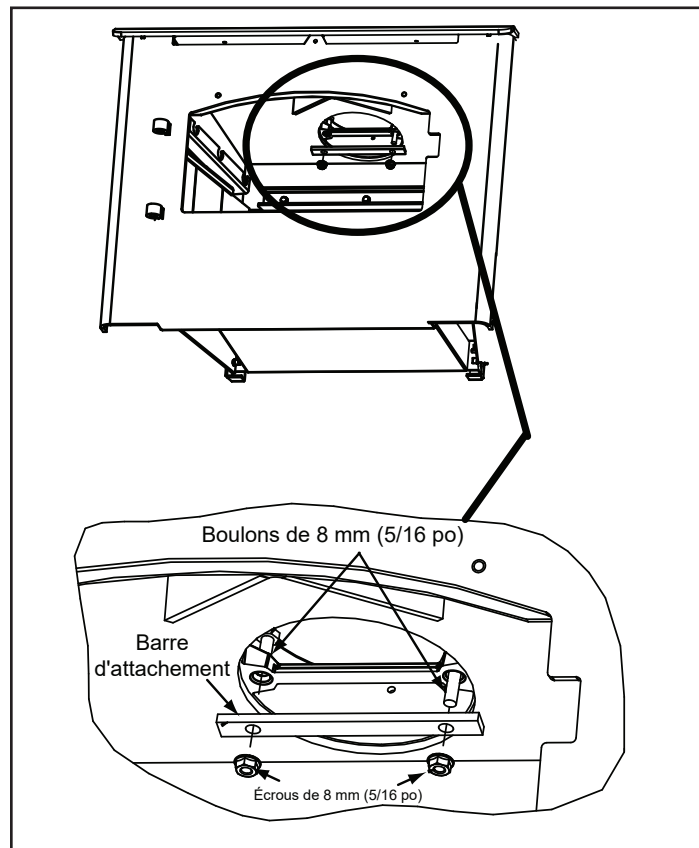

Figure 19.3
1. Une fois que vous avez l'appareil en place et fixé, passez la main par l'ouverture du conduit de fumée et saisissez la barre de fixation et tirez vers le bas à l'intérieur de l'ouverture du conduit de fumée (**Figure 19.3**).